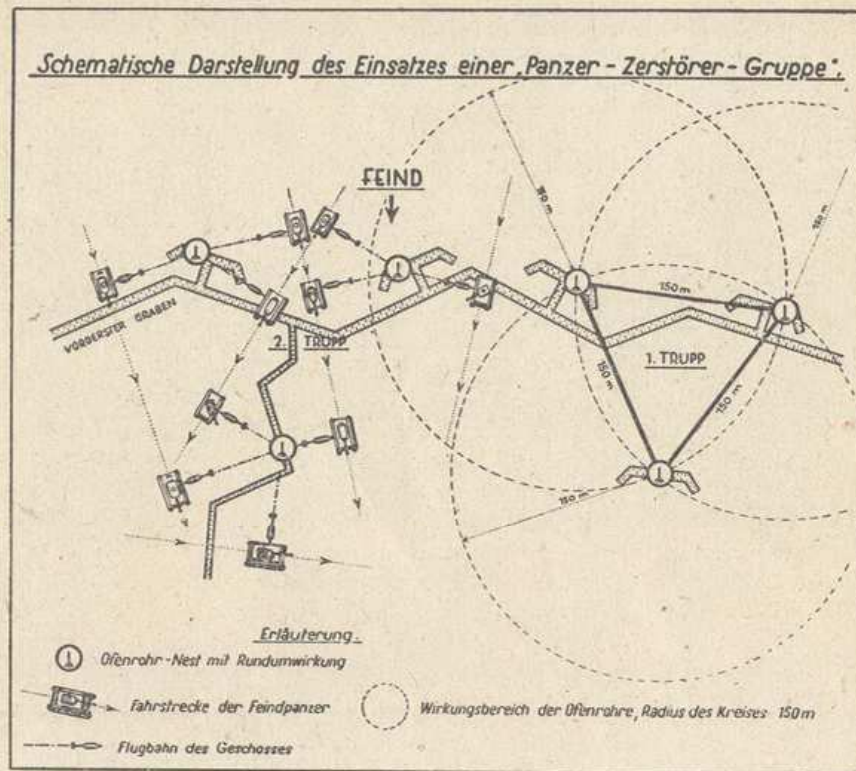

Bild 8
21. Der Panzer-Zerstörer-Trupp ist zweckmäßig nach Seite und Tiefe etwa 150 m gestaffelt mit der Möglichkeit gegenseitiger Unterstützung einzusetzen (s. Bild 8).